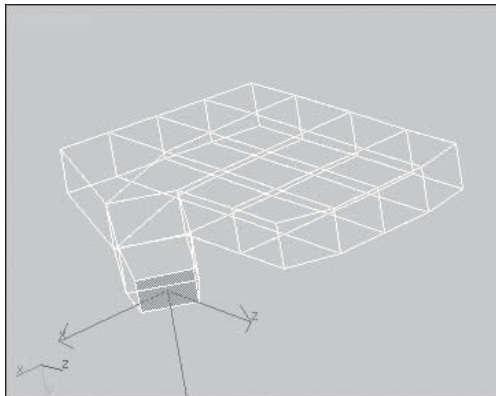

Fig.2.87
- 5 Dans la section **Editer polygone**, cliquez sur **Extruder** pour effectuer une extrusion droite puis sur **Biseau** pour effectuer une extrusion avec effilement (fig.2.87).